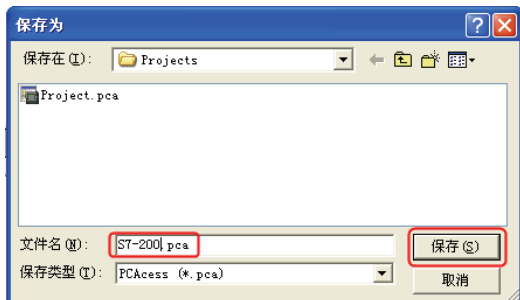

图 10-21 保存变量
4) 保存 OPC。单击工具栏中的“保存”按钮,弹出如图 10-21 所示的对话框,命名为“S7-200.pca”,单击“保存”按钮。